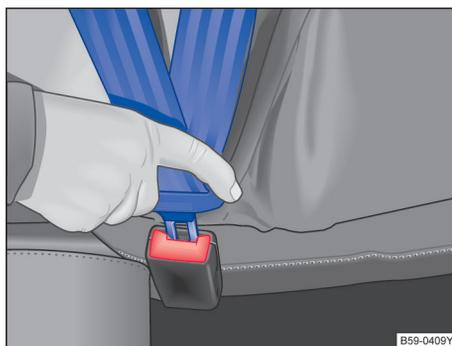

图 28 安全带锁扣和插口
- 将锁舌插入所属座椅的安全锁扣内，下压，直至听到啮合声 → 图 28。安全带锁舌被锁扣锁止。